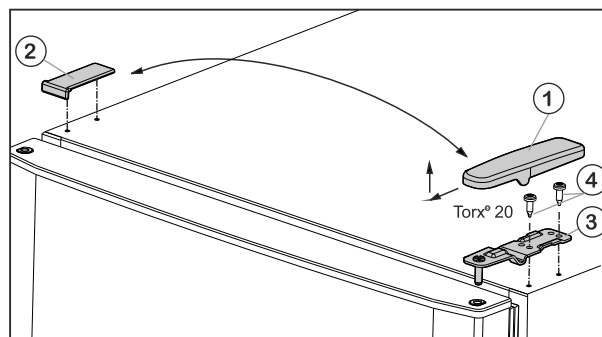

Fig. 5
- ▶ Skinite pokrov Fig. 5 (1) prema naprijed i gore.
- ▶ Podignite pokrov Fig. 5 (2).
- ▶ Odvijte gornji podložak ležaja Fig. 5 (3) (2 puta Torx® 20) Fig. 5 (4) i izvucite ga prema gore.
- ▶ Umetnite gornji podložak ležaja Fig. 5 (3) na novu stranu šarke u vrata.
- ▶ Čvrsto pritegnite gornji podložak ležaja (s 4 Nm) (2 x Torx® 20) Fig. 5 (4). Po potrebi upotrijebite odvijač na baterije.
- ▶ Pokrov Fig. 5 (1) postavite izvana na suprotnoj strani tako da se fiksira.
- ▶ Pokrov Fig. 5 (2) postavite odozgo na suprotnoj strani tako da se fiksira.